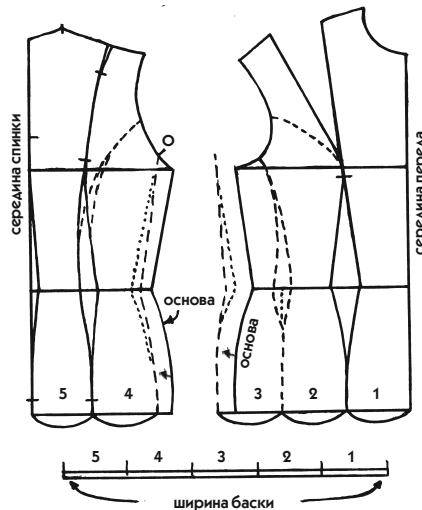

Рис. 251
2. Разместите перед и спинку на расстоянии друг от друга, как показано на рис. 251. На спинке и на перде пунктирной линией показан
3. Чтобы правильно разместить рельефы на линии бедер, начертите на отдельном листе бумаги прямую линию (на рис. 251 двойная линия под лекалом), соответствующую половине обхвата бедер ( $\frac{1}{2}$  переда +  $\frac{1}{2}$  спинки лекала).
- Полоса 1 будет соответствовать основной вытачке (слегка передвиньте вытачку из-за незначительного расхождения) (рис. 251).
- Полоса 4 не дойдет до края лекала ровно на столько, на сколько полоса 3 вышла за границы лекала (см. рис. 251).
5. В соответствии с шириной, указанной на линии бедер, проведите рельеф «бретель» на спинке, как показано на рис. 251.
6. Чтобы начертить новые линии боковых срезов, проведите их параллельно, начиная от ширины полос 3 и 4 (на рис. 251 они показаны мелким пунктиром).
7. Чтобы провести рельеф между полосами 2 и 3, проведите прежде вертикальную линию от линии бедер до линии талии параллельно срединной линии перeda (пунктирная линия на рис. 251).
- От каждой из этих точек проведите 2 слегка изогнутые линии рельефа по направлению к пройме, как показано на рис. 251.
Для лекал, на которых вы будете работать подобным образом, работа может считаться законченной. Вам остается лишь разрезать полосы, обозначив на них направление долевой нити (параллельно срединной линии), и продолжить пройму на боковом фрагменте до высоты проймы на спинке (засечка О на рис. 251).
1. На копии базового лекала проведите рельефы и продлите их параллельно до низа (подойдет рельеф из задания к рис. 251).